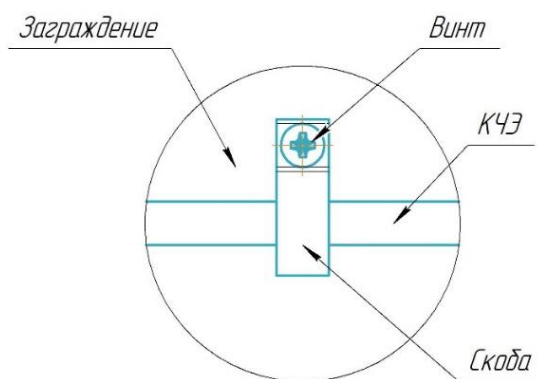

Рисунок 7
4) кабельные ЧЭ НЧ и ЧЭ ВЧ крепить с помощью металлических скоб (Рисунок 7), из состава комплекта монтажных частей Скоба-СК (комплект монтажных частей Скоба-СК в состав изделия не входит, приобретается отдельно) и дюбель-гвоздей 6х40 (дюбель-гвозди в состав изделия не входят, приобретаются отдельно) крепить КЧЭ на расстоянии не более 0,7 м (рекомендуемое значение – 0,4 м) от верхнего (нижнего) края бетонного ограждения, начиная от дальнего конца КЧЭ;
2) кабельные ЧЭ ВЧ проложить по нижней части бетонного заграждения крепить с помощью металлических скоб (Рисунок 7), из состава комплекта монтажных частей Скоба-СК и (монтажных частей Скоба-СК в состав изделия не входит, приобретается отдельно) и дюбель-гвоздей 6х40 (дюбель-гвозди в состав изделия не входят, приобретаются отдельно) крепить КЧЭ ВЧ на расстоянии не более 0,7 м (рекомендуемое значение – 0,4 м) от верхнего (нижнего) края бетонного заграждения, начиная от дальнего конца КЧЭ;